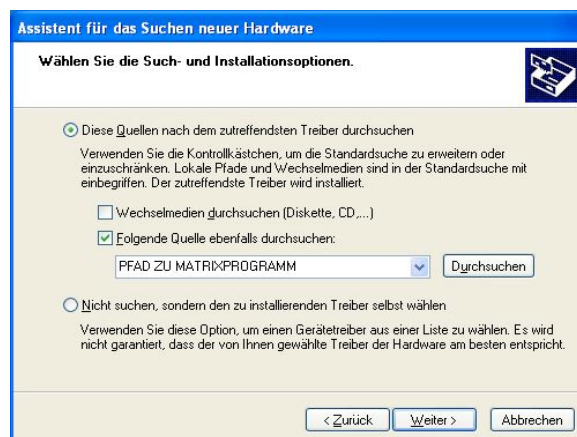

Abb.3
–Treiberquelle auswählen (Abb.3).